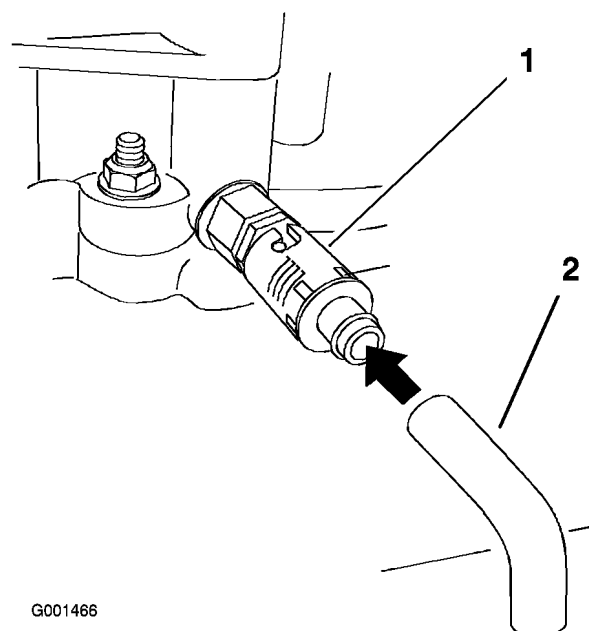

Figure 30
- Placez un bac sous le flexible de vidange. Tournez le robinet de vidange d'huile pour permettre à l'huile de s'écouler (Figure 30).
- Enlevez le flexible de vidange (Figure 30).